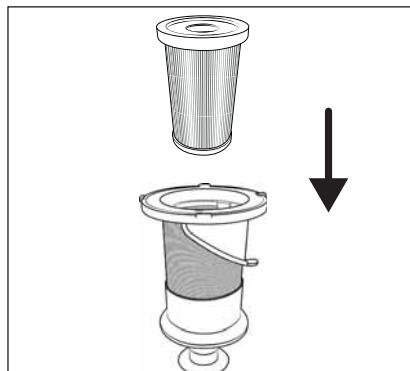

Abb. 22
- 7) Setzen Sie den HEPA-Filter **4** in den EdelstahlfILTER **5** ein (siehe Abb. 22).